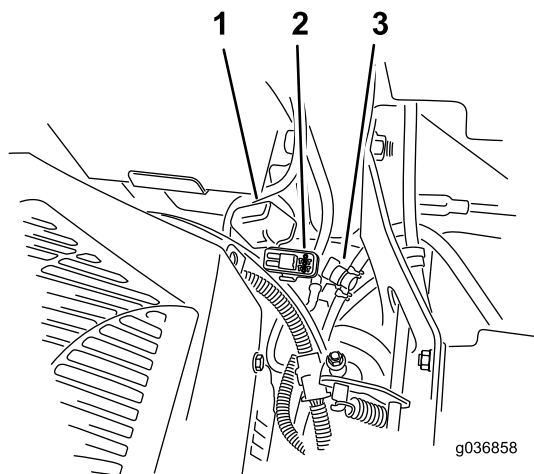

Figura 56
I fusibili sono posizionati sulla consolle di destra vicino al sedile (Figura 56).
- Montate un fusibile nuovo (Figura 56).